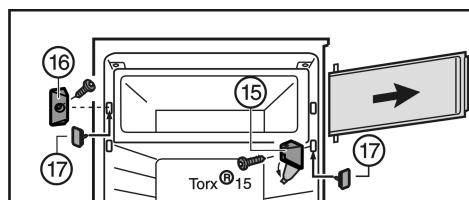

Fig. 7
- ▶ Откиньте крышку на опорном кронштейне Fig. 7 (15).
- ▶ Отверните опорный кронштейн Fig. 7 (15) с дверцей камеры.
- ▶ Открутите запирающий элемент Fig. 7 (16).
- ▶ Закройте образовавшиеся отверстия прилагающимися пробками Fig. 7 (17).